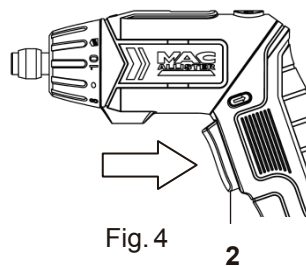

Fig. 4
- > Porniți produsul apăsând comutatorul de declanșare pornit/oprit (2) (Fig.4).
- > Opriți produsul eliberând comutatorul de declanșare pornit/oprit (2)